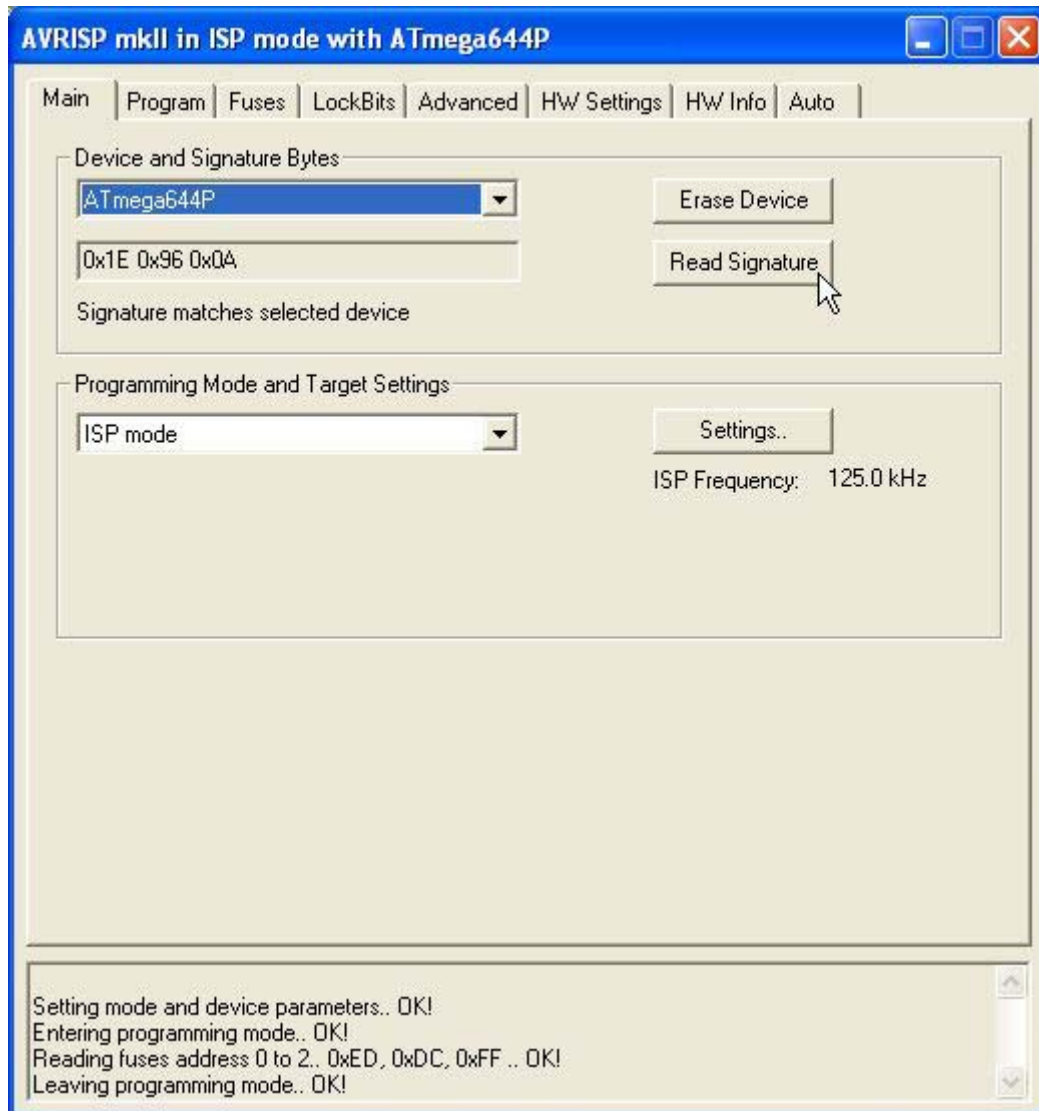

FIGURA D5: IMPOSTAZIONI AVR STUDIO PER AVRISP MK II (1 DI 4)
- i) Nella sotto finestra *Main* selezionare il microcontrollore *ATmega1284P* una *ISP frequency*: *125.0 KHz* e premere il pulsante *Read Signature* per verificare che il programmatore stia lavorando correttamente, come indicato in figura D5.